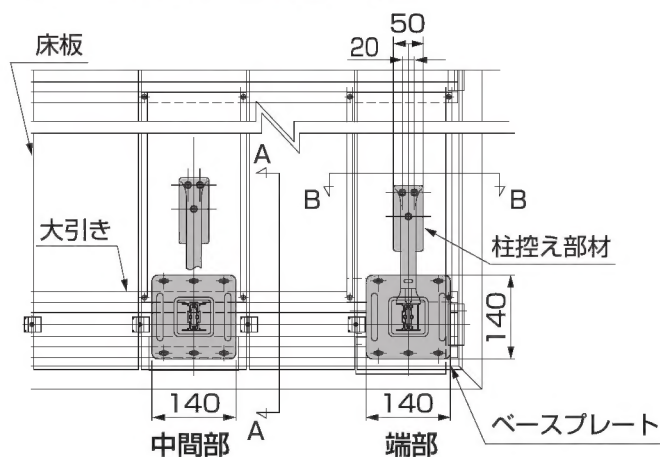
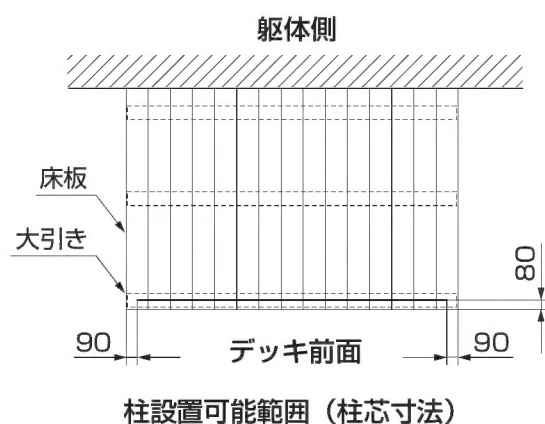

図3-6
図3-7
- デッキの中間部に立てる場合、端部に立てる場合には図3-6、図3-7、図3-8、図3-9を参照して取付けてください。